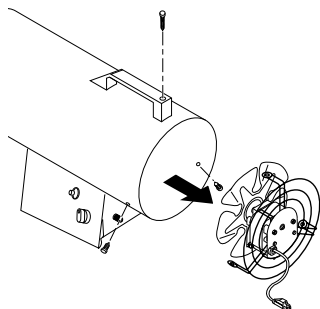

Figure 14 - Dépose du moteur et de la grille du ventilateur
2. Retirer du corps de l'appareil le moteur et la grille de protection du ventilateur (voir la figure 14).